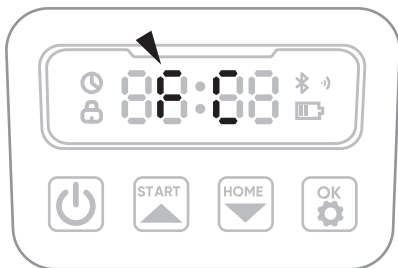

Рис. 23
- 3) Нажмите «Пуск», затем «ОК». На дисплее отобразится «FC», и газонокосилка отключится от зарядной станции (рис. 23).